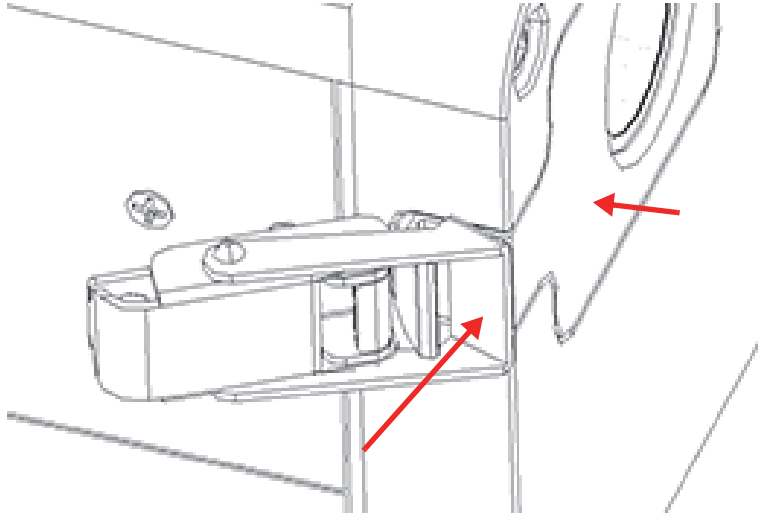

図 4-11 ラッチをフェイスプレートのキャッチに掛ける
- フェイスプレートを支えながら、フェイスプレートラッチの前方をフェイスプレートのキャッチに掛けて押し下げます（67 ページの図 4-11）。